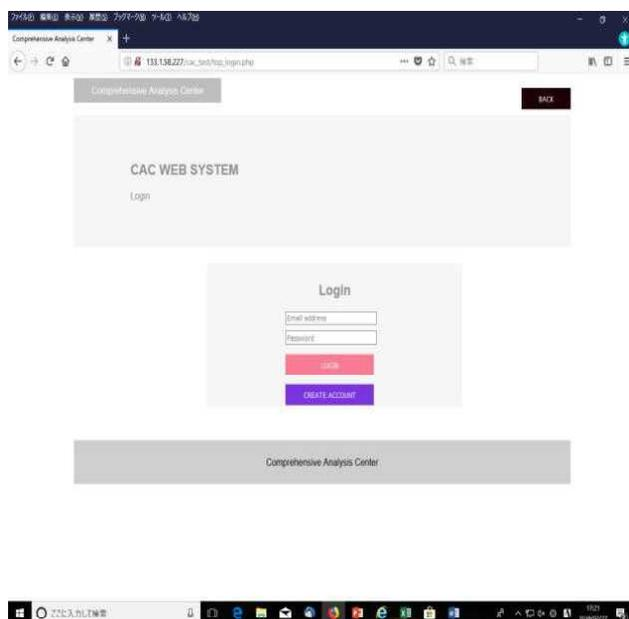

図4
- ③ 総合解析センターCAC Webシステム（図4）の画面よりEmail address, Passwordを入力してログインします。
- ①総合解析センターのホームページ（トップページ）の「総合解析センターCAC Web システム」を選択し、使用装置の「U」をクリックし、ログインします。（P23、図4）。
- ① 総合解析センターのホームページ（トップページ）の「総合解析センターCAC Web システム」を選択し、使用装置のRequestの「RQ」をクリックし、ログインします。（P23、図4）。